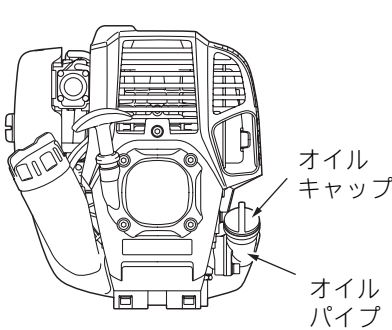
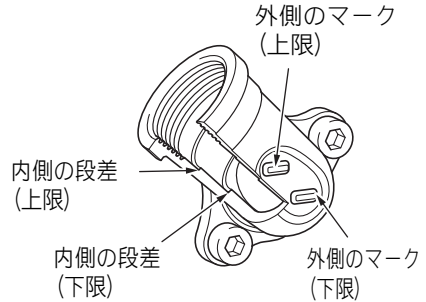

図 1
図 2 オイルパイプ
- エンジンを水平にし、オイルキャップ（図1）をはずしオイルパイプの上限・下限位置の範囲内（図2）までオイルがあるか点検してください。